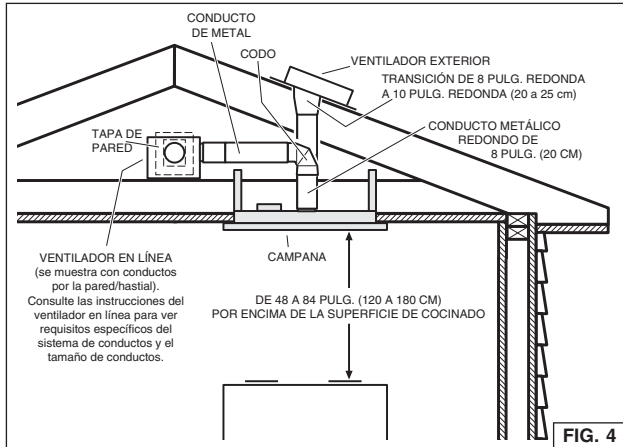

FIG. 4
3. En 3 segundos presione P5 en el control de la campana (Fig.4) El BEEP confirm que el proceso de vinculación se ha realizado correctamente.
1. Elija la ubicación de la campana, el ventilador exterior o en línea y cualquier tapa de techo o pared, y decida dónde colocará los conductos. Vea sugerencias en la Fig. 4 y en las instrucciones del ventilador exterior o en línea.
La campana siempre debe centrarse arriba de la estufa. Asegúrese de tener el espacio adecuado en la estructura del techo para instalar la campana y los conductos. La campana debe montarse de 48 a 84 pulg. (120 a 180 cm) por arriba de la estufa para extraer mejor las impurezas al cocinar. Fig. 4.